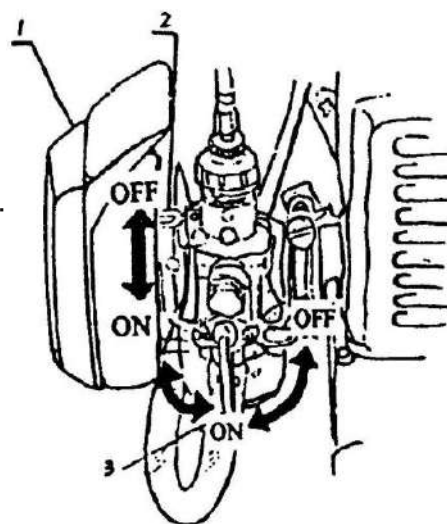

Fig. 9
- 1) Przekręć kranik paliwa w poz. „ON” patrz rys.9.